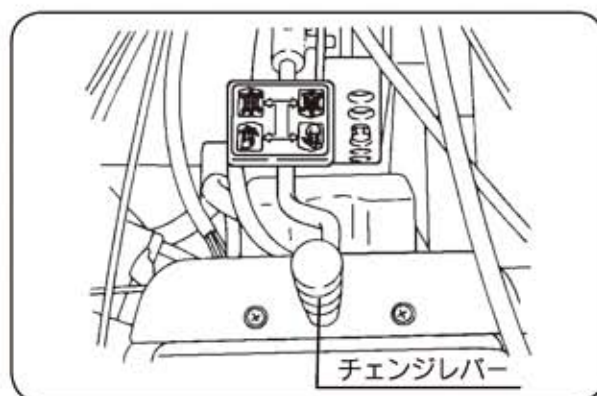

図19
- ①低速の「前進後進」(低速)のチェンジの切替は主クラッチを切らなくても切替操作が出来ます。(図19)